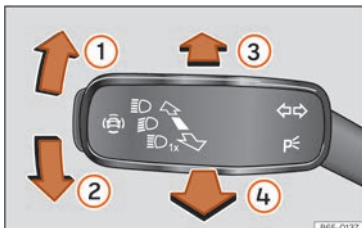

Fig. 97 Levier des clignotants et des feux de route.
- À partir de la position de base, appuyez en avant sur le levier des clignotants et de feux de route » » » **fig. 97** .
- **OU** : avec l'assistant des feux de route activé, tirez vers l'arrière le levier des clignotants et des feux de route » » » **fig. 97** .